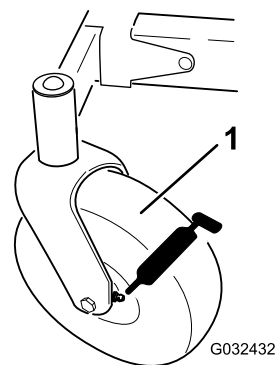
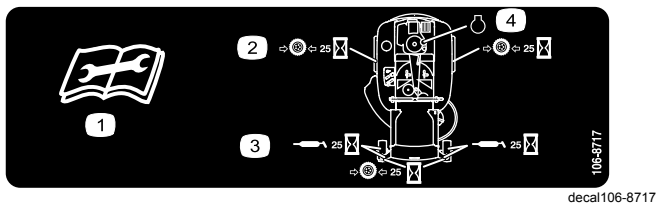

Figura 38
Figura 39
3. Limpie con un trapo los puntos de engrase (Figura 38) y (Figura 39).
4. Conecte una pistola de engrasar a cada punto de engrase (Figura 38 y Figura 39).